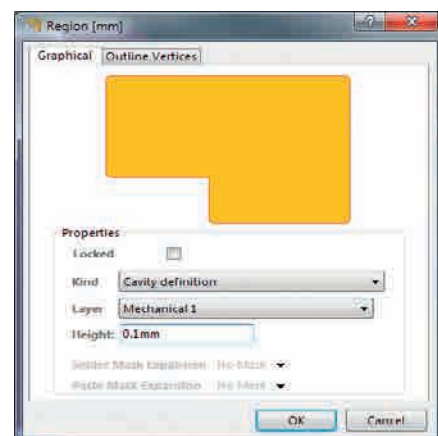

Рис. 13. Окно свойств региона типа *Cavity definition*
2. Открыть окно его свойств (см. рис. 13).